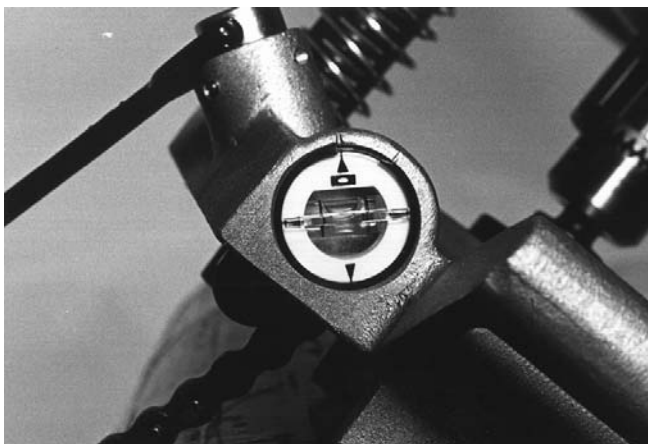

Figura 6 – Tubito del nivel de la Perforadora HC-450
4. La base de la Perforadora HC-450 tiene un tubito de nivelación que puede emplearse para alinear una serie de agujeros. Coloque la Perforadora en el ángulo que desee y gire el tubito hasta la posición de nivelamiento. Nivelando la Perforadora con la ayuda del nivel, usted puede ir perforando sucesivamente agujeros en igual ángulo (vea la Figura 6).